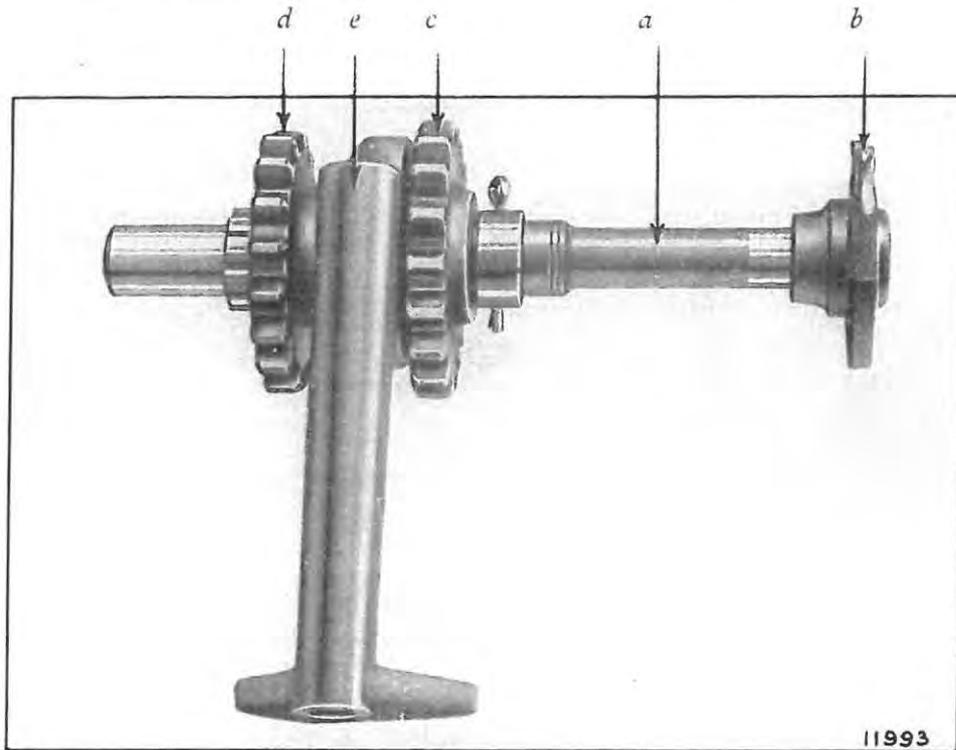

Fig. 55. — Remontage de l'arbre et de la fourchette de marche AR.
2. Monter l'arbre de marche arrière (fig. 55).